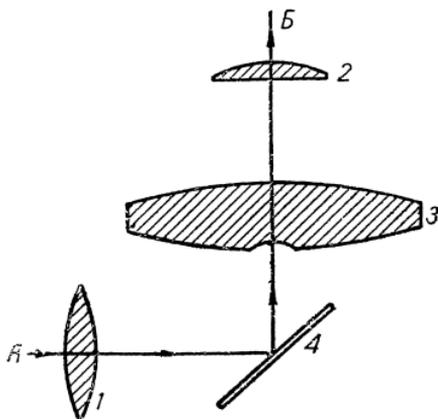

Рис. 32. Оптическая схема видоискателя.
*Оптический видоискатель* (рис. 32) состоит из следующих деталей: объектива видоискателя 1, установочной